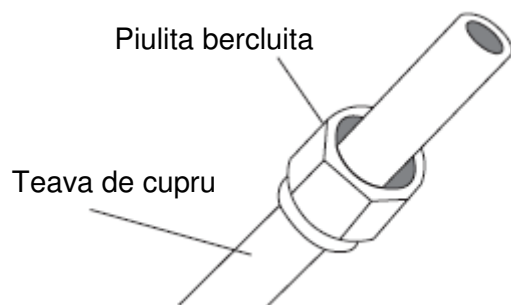

Fig. 7.3
- Asigurati-va ca acestea sunt indreptate in directia corecta, pentru ca nu mai este posibila amplasarea lor sau schimbarea directiei dupa ce au fost bercluite. Consultati Fig. 7.3